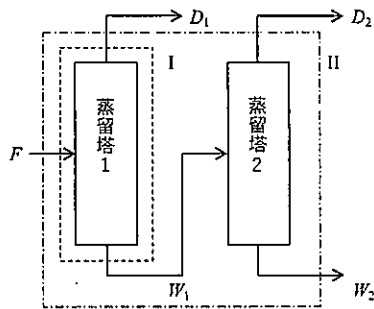

図1 逐次蒸留のダイアグラム
- (1) 体積流量
- (2) 粘性係数
- (3) 熱力学的仕事
問2 図1に示すプロセスで逐次蒸留を行う。原料供給量を F [$\text{kg}\cdot\text{h}^{-1}$], 蒸留塔1の留出液量を D_1 [$\text{kg}\cdot\text{h}^{-1}$], 缶出液量を W_1 [$\text{kg}\cdot\text{h}^{-1}$]とする。ここで, W_1 はそのまま蒸留塔2に供給される。また, 蒸留塔2の留出液量を D_2 [$\text{kg}\cdot\text{h}^{-1}$], 缶出液量を W_2 [$\text{kg}\cdot\text{h}^{-1}$]とする。いま, 成分A, B, Cからなる三成分混合液の蒸留を, $F = 100 \text{ kg}\cdot\text{h}^{-1}$, $W_1 = 50 \text{ kg}\cdot\text{h}^{-1}$, $W_2 = 20 \text{ kg}\cdot\text{h}^{-1}$ として行ったところ, F , D_1 , D_2 における各成分の組成(質量パーセント)は表1の通りだったとする。以下の設問(1), (2)に答えなさい。
- (1) 図1の破線, 一点鎖線で囲まれた部分I, IIにおける全物質の収支から D_1 と D_2 の値を求めなさい。